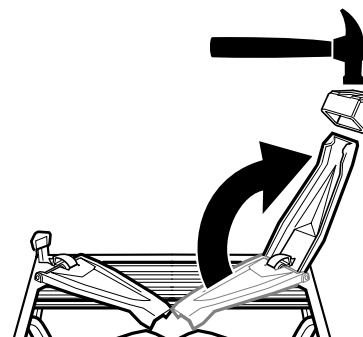

FIG. 9
- To assemble the rubber feet to your Workmate: Turn the unit upside down. Swing out the four legs to the fully extended and locked position. Align the rubber foot with the leg as shown in Figure 9. Lightly tap foot into place with a hammer.
9. Pour installer les bouts de caoutchouc : Placer l'établi Workmate à l'envers. S'assurer que les quatre pieds sont complètement sortis et verrouillés. Aligner un bout de caoutchouc sur chacun des pieds de la façon illustrée à la figure 9. Frapper légèrement sur chacun des bouts de caoutchouc à l'aide d'un marteau afin de les insérer en place.